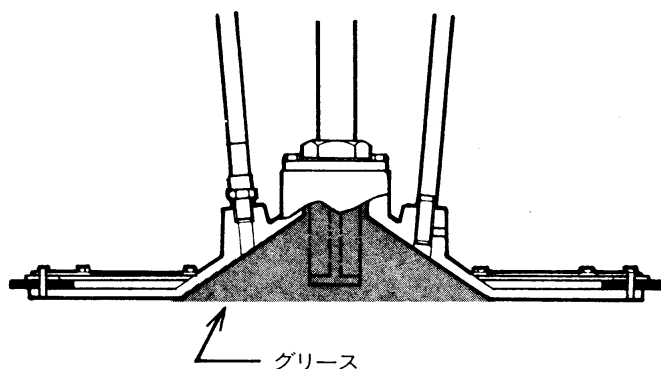

Fig.5
- 7) Fig.5 のようにインダクタープレートの内側にグリースが入った状態までエア抜きすることにより、以後エアが混入することがなくなります。